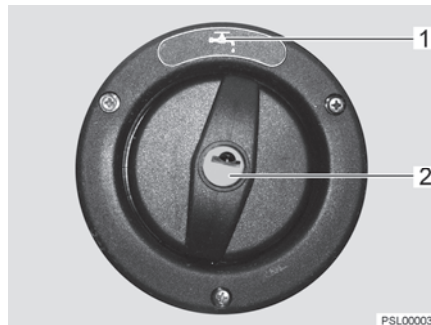

Bild 138 Verschlussdeckel für Trinkwasser-Einfüllstutzen
Der Trinkwasser-Einfüllstutzen ist mit dem Symbol "Wasserhahn" (Bild 138,1) gekennzeichnet. Der Verschlussdeckel wird mit dem Schlüssel für die Außenklappenschlösser geöffnet und verschlossen.
- Schlüssel in Schließzylinder (Bild 138,2) stecken und eine viertel Umdrehung entgegen dem Uhrzeigersinn drehen.
- Trinkwasser-Einfüllstutzen (Bild 138) öffnen.